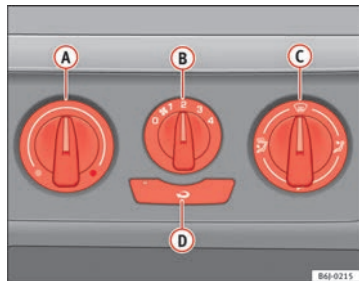

Fig. 102 Sulla plancia portastrumenti: i comandi del riscaldamento
- I comandi **A** e **C** e la manopola **B** ⇒ fig. 102 servono a regolare la temperatura, ad indirizzare il flusso d'aria e a selezionare il livello di potenza del ventilatore.